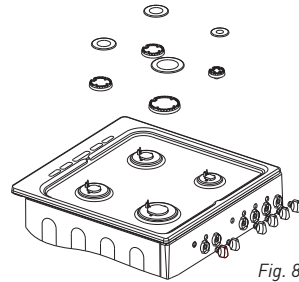

Fig. 8
- Retirez le chapeau de brûleur et le brûleur supérieur (figure 8).